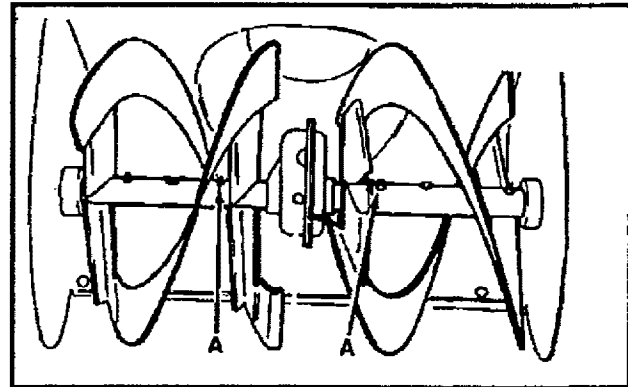

FIG. 1
- Eje del barreno - Cuando vaya a guardar la unidad, lubrique el eje del barreno (Vea la FIG. 1) con una grasa de fijación del tipo Lubriplate. Cuando cambie los pernos de seguro por esfuerzo cortante, remuévalos y lubrique el eje del barreno (Consulte la sección "Como cambiar los pernos de seguro por esfuerzo cortante del barreno" en la página 20).